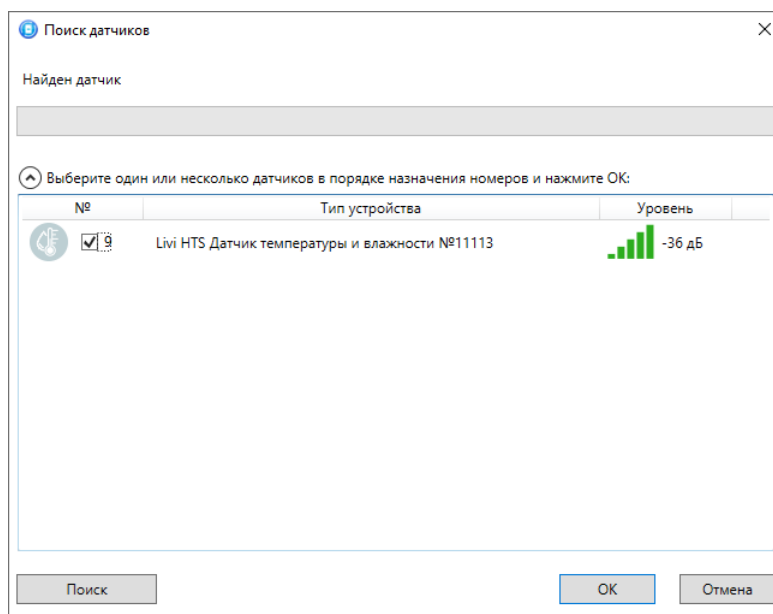

Рисунок 7.5 — Найденные радиоустройства
4. В следующем окне (см. рисунок 7.5) отобразится список радиоустройств, доступных для связывания в радиусе действия радиоканала. Если подключаемого радиоустройства нет в списке, повторно переведите его в режим связывания.